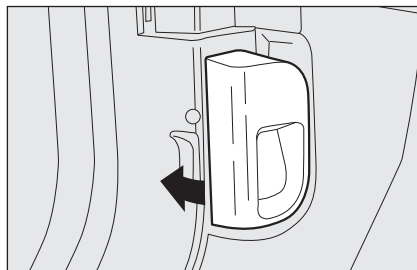

fig. 89
- ☐ tire de la palanca **fig. 89** en el sentido indicado por la flecha;